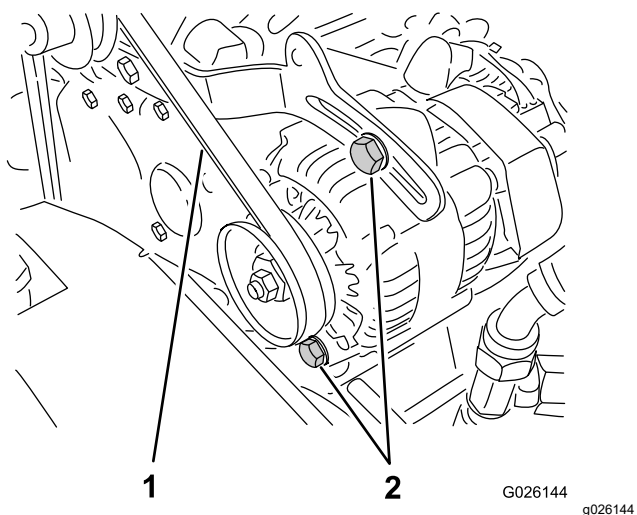

Figura 60
2. Controllate la tensione premendo la cinghia al centro tra le pulegge dell'alternatore e dell'albero motore con una forza di 10 kg (Figura 60).
- A. Allentate i 2 bulloni di fissaggio dell'alternatore (Figura 60).
appropriata, poi serrate i bulloni di fissaggio (Figura 60).